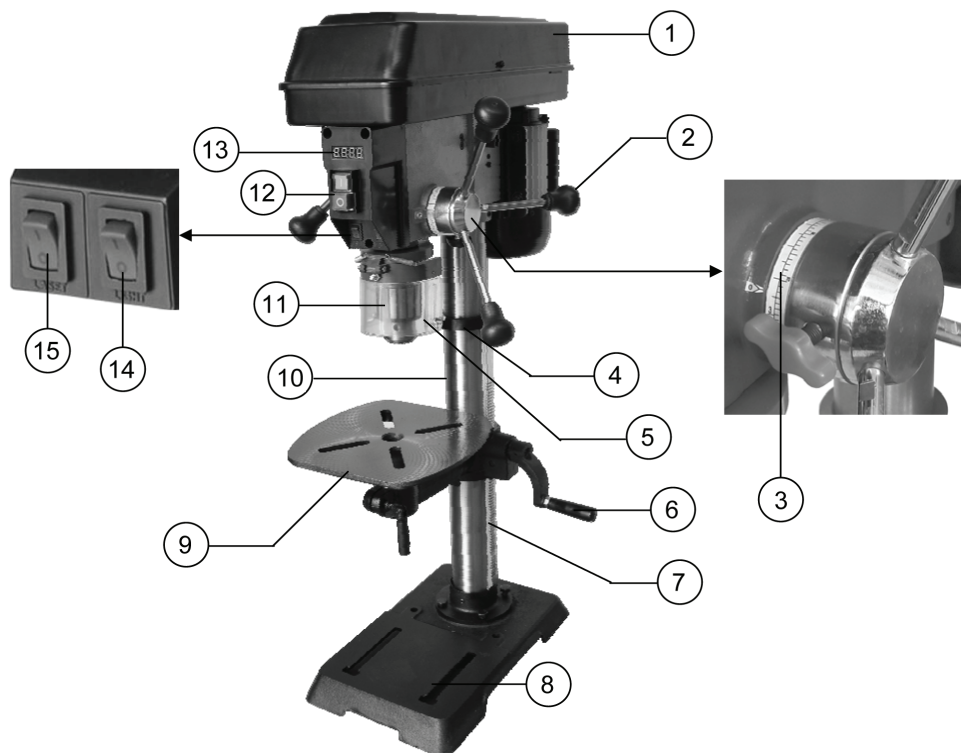
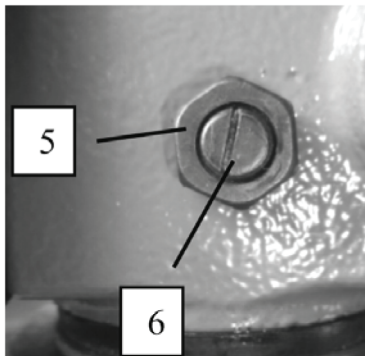
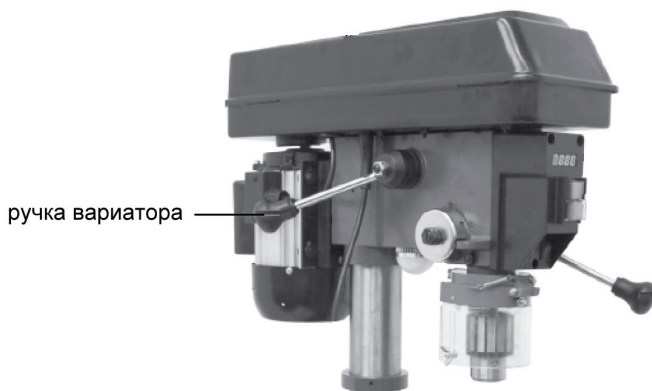

Рис. 1
Рис. 6
Рис. 9
6.3. Возьмите кронштейн стола, вставьте в него червячный вал (Рис. 3) и введите элевационную рейку. Прижмите элевационную рейку к червячному валу. Установите собранный узел на стойку (Рис. 4). Нижний конец элевационной рейки обопрется на нижнее кольцо стойки, а верхний конец рейки прижмите ограничительным кольцом (Рис. 5). При установке ограничительного кольца на стойку обратите внимание на то, чтобы узел с одной стороны кольца плотно прижал элевационную рейку. Зафиксируйте кольцо винтом. Установите ручку перемещения рабочего стола 6 (Рис. 1).
6.5. Установите ручки подачи 2 (Рис. 1).
6.7. Установите на шпиндель патрон 11 (Рис. 1).
6.8. Установите защитный щиток 5 (Рис. 1).
6.9. Переместите шпиндель в нижнее положение и проверьте наличие поперечного люфта шпинделя, покачав за сверлильный патрон 11 (Рис.1). Если люфт ощутим, его можно минимизировать, проворачивая по часовой стрелке винт 6 (Рис.6), предварительно отпустив контрящую гайку 5 (Рис. 6). По завершению регулировки затяните контрящую гайку. Помните, затягивая винт 6 (Рис. 6) вы прижимаете шпиндель. Усилия возвратной пружины может оказаться недостаточным для автоматического подъема шпинделя в исходное положение. 6.9. Шпиндель оснащен механизмом автоматического возврата. Усилие пружины автоматического возврата шпинделя настраивается на заводе. Если, усилие пружины становится не достаточным для возврата шпинделя, то усилие пружины можно отрегулировать. Для этого:
- Включение станка осуществляется выключателем 12 (Рис. 1). Кожух ременной передачи 1 (Рис. 1) должен быть закрыт. Ключ зажимного патрона не должен оставаться в патроне.
- Отключение станка производится нажатием кнопки «0» выключателя 12 (Рис. 1).
- Светодиодная подсветка включается выключателем 14 (Рис. 1).
- Лазерный указатель включается выключателем 15 (Рис. 1).
- Контроль и регулировка глубины сверления «глухих» отверстий производится по шкале 3 (Рис. 1).
- Осевое перемещение шпинделя (патрона) 11 (Рис. 1) задается рычагом подачи 2 (Рис. 1).
- Изменение высоты рабочего стола 9 (Рис. 1) вдоль стойки осуществляется ручкой 6 (Рис. 1) с предварительно ослабленным фиксатором кронштейна.
Скорость вращения шпинделя регулируется ручкой вариатора (Рис. 9). Обороты шпинделя отображаются на цифровом дисплее 13 (Рис. 1)